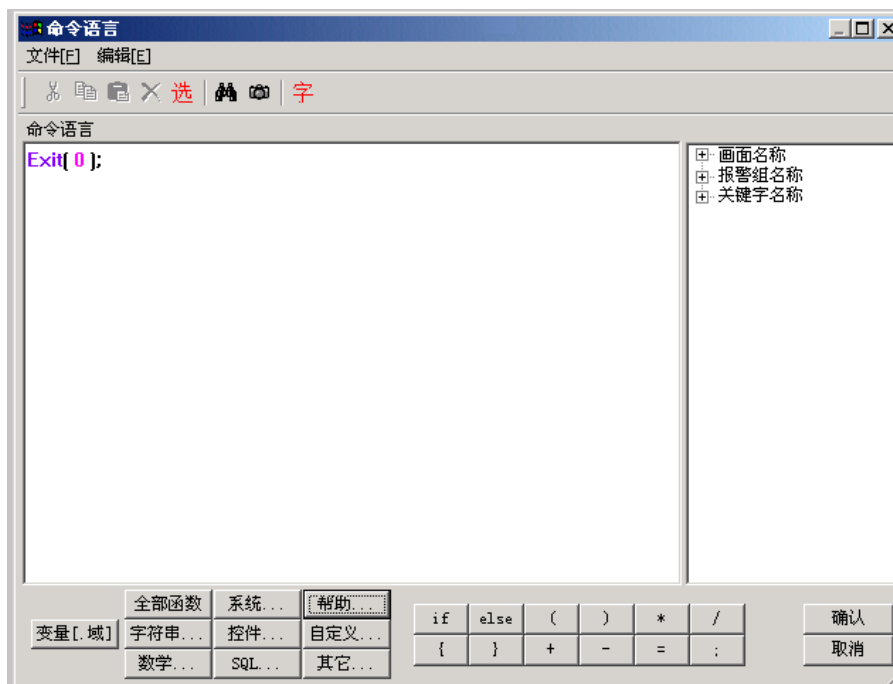

图 2-19 “关闭” 按钮动画连接设置
(3) 建立按钮对象的动画连接。双击“关闭”按钮对象，出现“动画连接”对话框，如图 2-19 所示。单击命令语言连接中的“弹起时”按钮，出现“命令语言”窗口，在编辑栏中输入以下命令：“exit(0);”